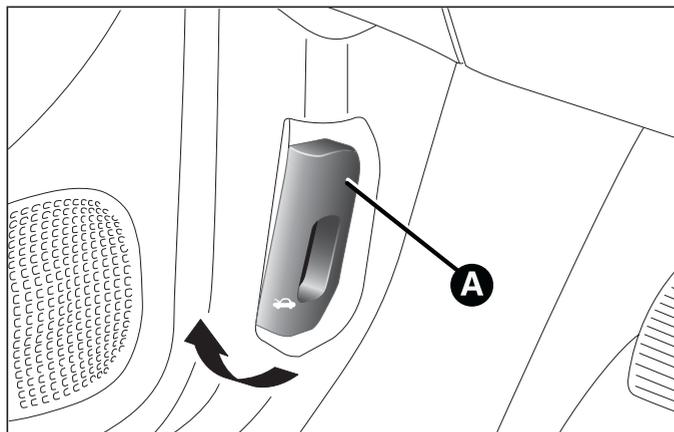

fig. 61
- tirer le levier A fig. 61 dans le sens indiqué par la flèche ;